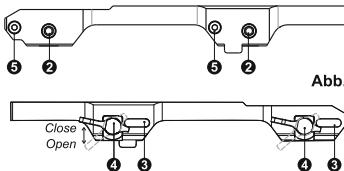
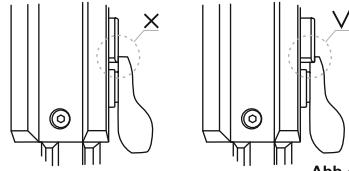

Abb.3
Abb.4
- Bringen Sie die Halteklemmen (4) in die Position «AUF» (OPEN) und mittels des Sechskantschlüssels S5 lockern Sie die Befestigungsmuttern (2) der Halteklemmen (4) (Abb.3).
- Bringen Sie die Halteklemmen (4) von der Position «AUF» in die Position «ZU» (CLOSE) (Abb.3).
- Ziehen Sie die Befestigungsmuttern (2) der Halteklemmen (4) mit dem Sechskantschlüssel S5 fest und vergewissern Sie sich, dass die Schiene ordnungsgemäß und spielfrei auf der Waffenleiste festgemacht wurde.
- Prüfen Sie, ob die Halteklemmen (4) mit Sperrriegeln (3) in der Position «ZU» sicher fixiert sind – wenn die Halteklemmen aus der der Position «ZU» in die Position «AUF» gebracht werden, sollen sie gegen Sperrriegel stemmen.
- Wenn das nicht erfolgt (die Sperrriegel gehen den Halteklemmen daneben), ragen Sie die Sperrriegel (3) höher vor. Dafür drehen Sie Sperrmuttern (5) der Sperrriegel (3) gegen Uhrzeigersinn mithilfe des Sechskantschlüssels S3, solange die Halteklemmen gegen Sperrriegel sicher stemmen. (s. Abb. 4)
- Drücken Sie die Sperrriegel (3) und bringen Sie die Halteklemmen (4) zur Position „AUF“; das Zielfernrohr soll mühelos abzunehmen sein.